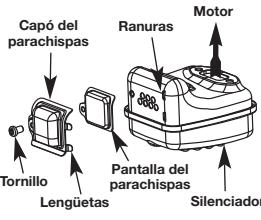

Fig. 30
- Localice el silenciador, pero no lo quite. Busque el tornillo en la parte inferior del silenciador (Fig. 30). Quite el tornillo usando una llave torx No. 20 o un destornillador plano.